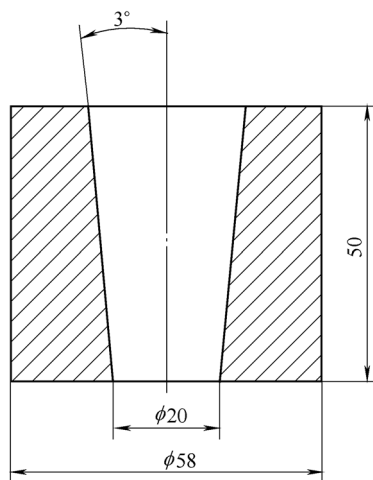
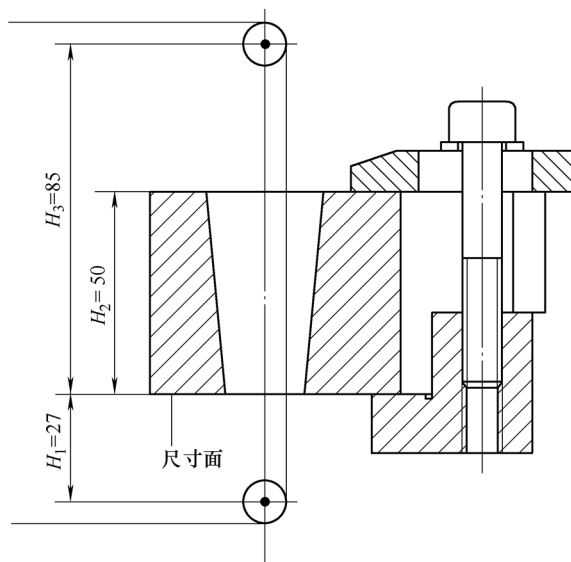

图6 工件图
图7 锥度设置示意图
(1) 编程面在工件下表面锥度参数设置。工件如图6所示，其锥度加工参数设置如下：角度 $\beta = 3^\circ$ （左偏G51或右偏G52请参考相关数控编程书籍）， $H_1 = 27\text{mm}$ 、 $H_2 = 50\text{mm}$ 、 $H_3 = 85\text{mm}$ ，如图7所示。其中，工件装夹完成后，实际测量下导轮到编程面的数值即为 H_1 ，实际测量上导轮到编程面的数值即为 H_3 。